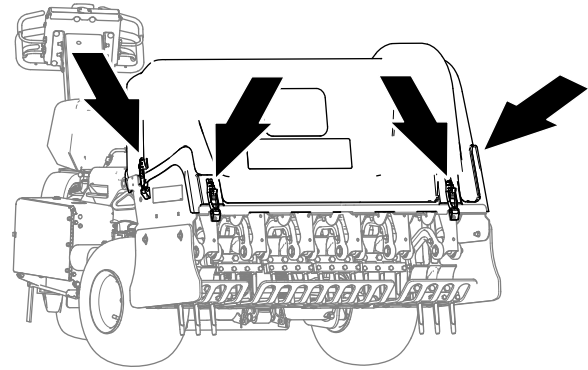

Figura 148
4. Desenganche la cubierta del cabezal de perforación en la ubicación del cierre 4 (Figura 148 y Figura 150).